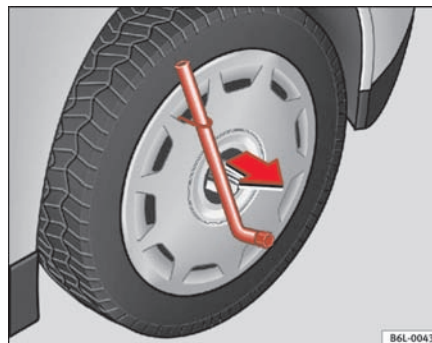

Fig. 131 Tag hjulkapslen af hjulet.
- Tag hjulkapslen af ved hjælp af trådbøjlen ⇒ side 202, fig. 131.